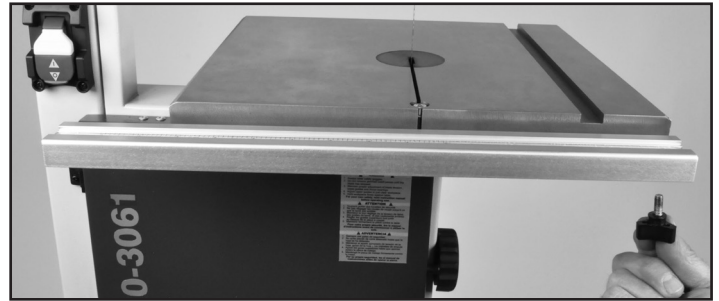

FIGURE 5
1. Positionner le rail de guidage de butée (#96) sur le bord avant de la table. Le rebord inférieur avant du rail de guidage, avec ses trois (3) zones de découpe, s'insère sous la table. La découpe centrale donne un accès au boulon de nivellement de la table et à l'écrou à oreilles. Les deux (2) zones de découpe extérieures sont situées là où le rail de guidage sera fixé à la table.
2. Fixer le rail de guidage à la table avec les deux vis en étoile (#97) du bouton. FIG. 5.